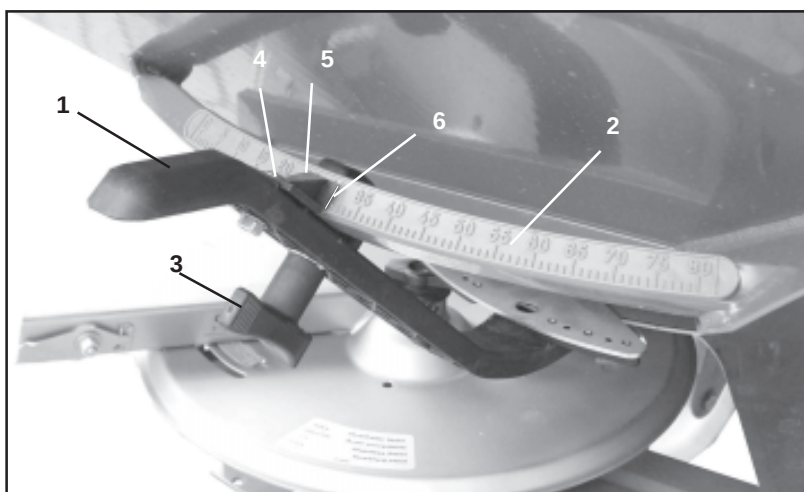

Fig. 9.5
- Mængdeindstillingsskoddet åbnes med indstillingshåndtaget (Fig. 9.5/1).
- Træk i indstillingshåndtaget ved skalaen (Fig. 9.5/2) til den går imod.
- Indstillingshåndtaget sættes fast med drejehåndtaget (Fig. 9.5/3).
- Bolten (Fig. 9.5/4) løsnes. Viseren (Fig. 9.5/5) indstilles på skalaposition „8“ derefter spændes bolten igen. Aflæsekanten på viseren er Fig. 9.5/6.